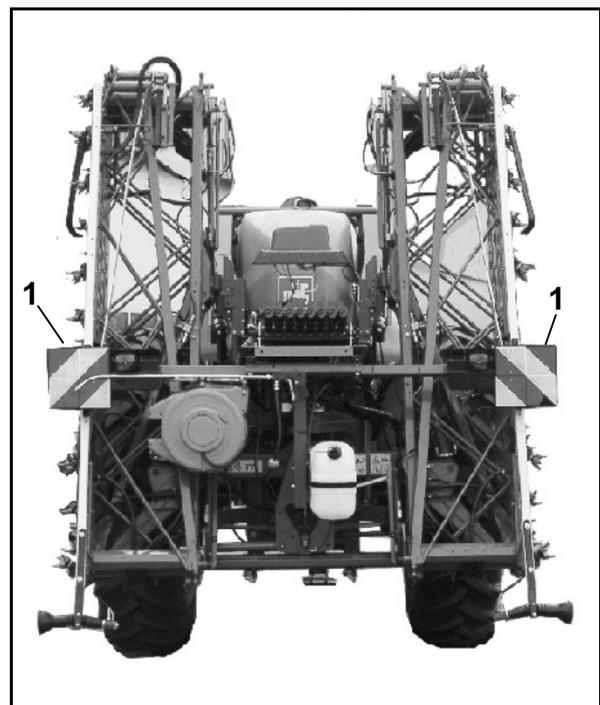

Fig. 76
- Beleuchtungsanlage nach hinten (Fig. 76/1), Best.-Nr.: 916 253